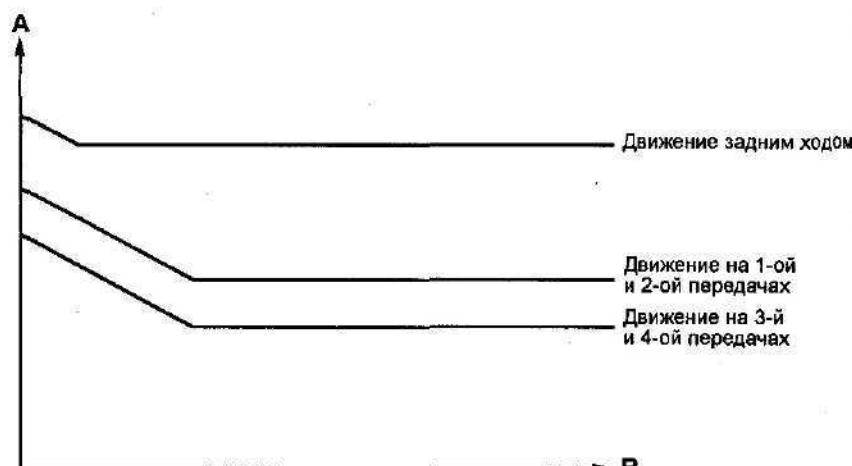

Рис. 7. Зависимость рабочего давления (A) от давления модулятора (R).
В кольцевые канавки (l) и (m) клапана (26) подается рабочее давление. Поэтому рабочее давление на этих передачах меньше рабочего давления на передаче заднего хода (рис. 7). Это давление в зависимости от размера трансформатора возрастает в нижней части скоростной характеристики.
По сравнению с 1-ой и 2-ой передачами в этом случае в кольцевую канавку (g) клапана (26) дополнительно подается рабочее давление. Появление давления в этой кольцевой канавке приводит к снижению рабочего давления (рис. 7).
Система формирования давлений (S1) и (S2) состоит из следующих элементов (рис. 7 цв.):